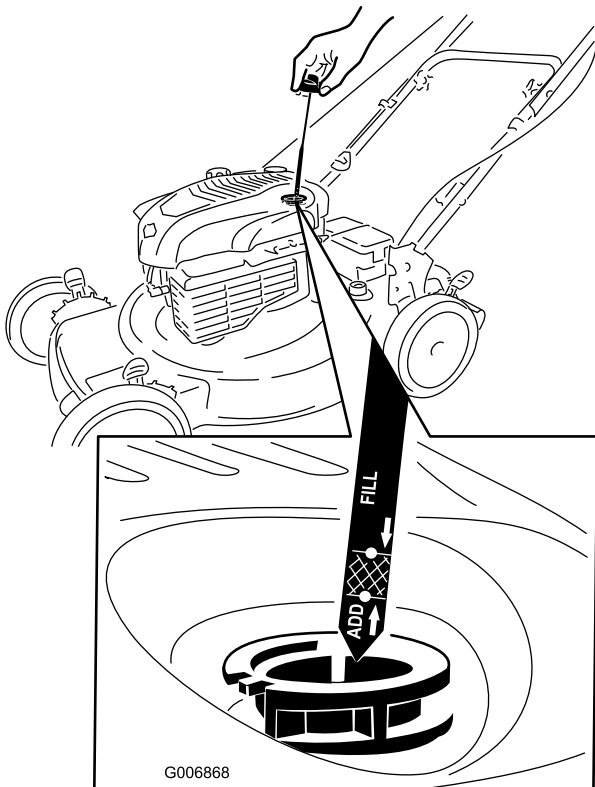

Figura 10
2. Retire la varilla y compruebe el nivel de aceite (Figura 10). Si el nivel de aceite está por debajo de la marca "Add" de la varilla, vierta **lentamente** aceite en el tubo de llenado hasta que el nivel llegue a la marca "Full" de la varilla. **No llene demasiado.** (Capacidad máxima: 0,59 l (20 onzas), tipo: SAE 30, aceite detergente con clasificación de servicio API SF, SG, SH, SJ, SL o superior.)
1. Retire la varilla, límpiela, y vuelva a colocarla (Figura 10).